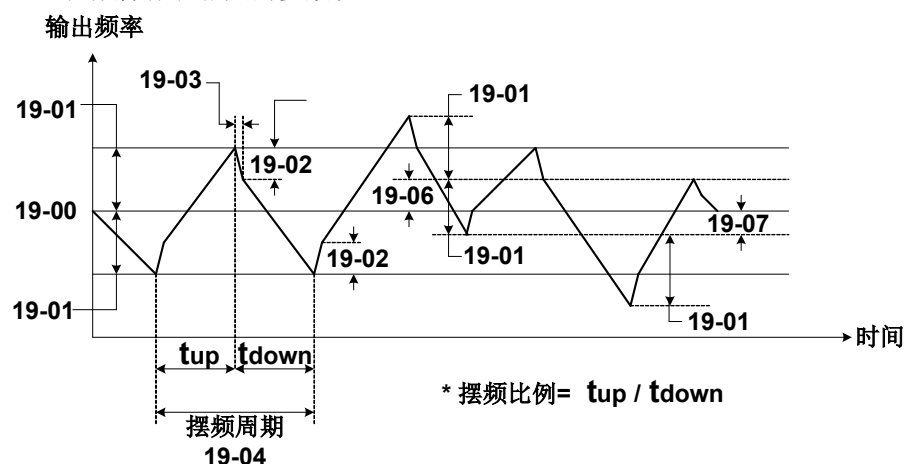

图 4.3.100 摆频操作及相关参数
(2) 滑差补偿限制 (18-02)。
- . 滑差补偿限制 18-02 设定，如图 4.3.100 所示定转矩及定功率。